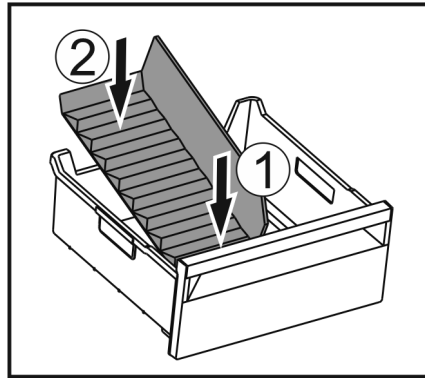

Fig. 147
- Voorste deel van de ijsvak-scheider plaatsen. Fig. 147 (1)
- Achterste deel van de ijsvak-scheider tot de bodem van de lade laten zakken. Fig. 147 (2)